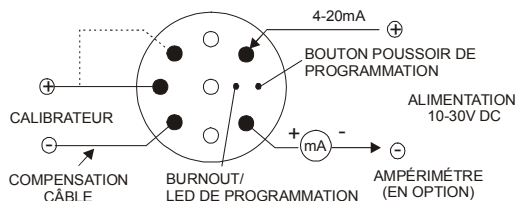

Figure 3
1. Connectez le circuit comme le montre la figure 3 et programmez le calibrateur de TC à la température requise à 4mA, allumez et attendez 2 minutes pour le préchauffer (meilleure précision)